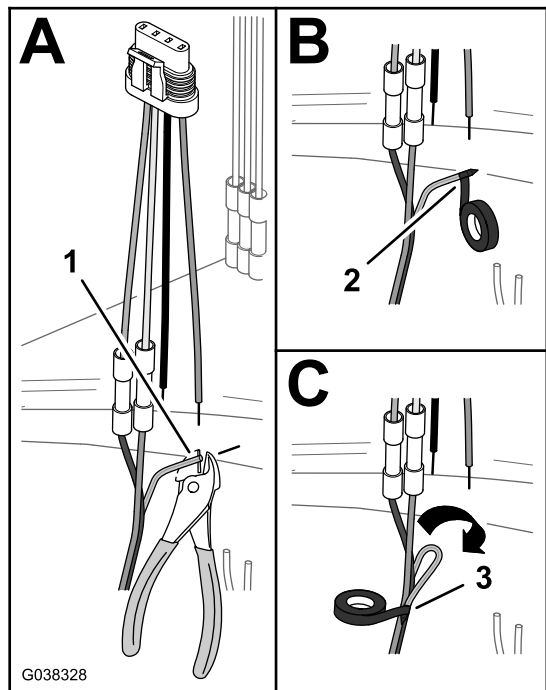

Рисунок 40
A. Отрежьте проводники желто-зеленого провода заподлицо с изоляцией (Рисунок 40).
B. Оберните конец желто-зеленого провода изоляционной лентой, чтобы изолировать провод (Рисунок 40).
C. Отогните желто-зеленый провод к коричневому и синему проводам и соедините все 3 провода вместе, обернув изоляционной лентой (Рисунок 40).